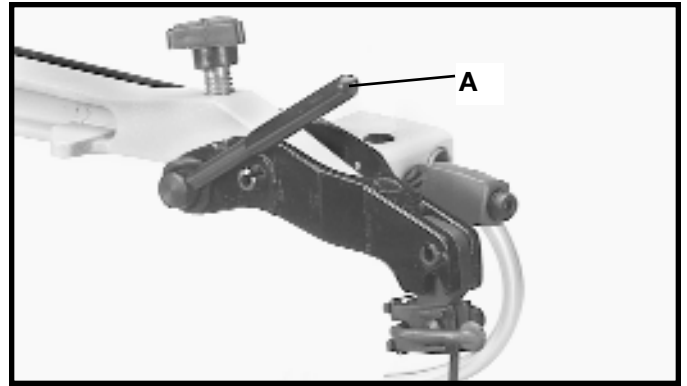

Fig. 3
2. Mueva la fig. 3 de la manija de la tensión de la palanca de la lámina (A), a la posición de la advertencia según lo demostrado.